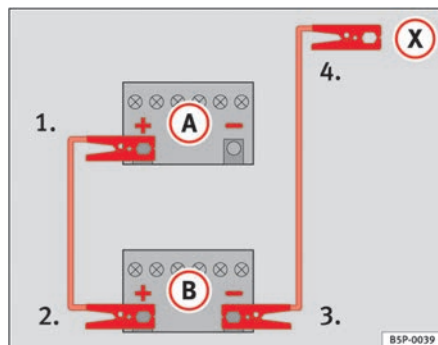

Fig. 199 Esquema de conexión de los cables de emergencia
En la ⇒ fig. 199 **A** representa a la batería sin carga y **B** a la batería con carga.
- 1. Emborne un extremo del cable de emergencia rojo al polo positivo ⇒ fig. 199 **+** del vehículo con la batería descargada ⇒ .